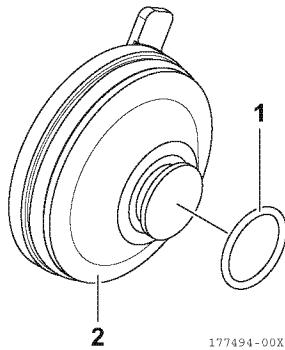

Figure 20
11. Appliquez légèrement de l'huile de lubrification sur le nouveau joint torique (1, **Figure 20**), et installez-le dans la fente prévue à cet effet sur le couvercle (2, **Figure 20**).